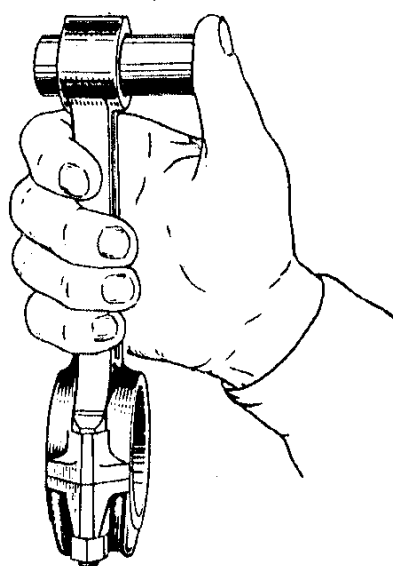

Рис.71. Подбор поршневого пальца к шатуну
- поршневой палец подобрать к шатуну, принадлежащему к той же или соседней размерной группе в сторону увеличения зазора (табл.12). При температуре деталей  $(20\pm3)$  °С слегка смазанный палец должен плотно входить в отверстие втулки поршневой головки шатуна под действием большого пальца руки и перемещаться без заеданий (рис.71), а так же не выпадать из отверстия шатуна под действием собственного веса в течение не менее 2 секунд.